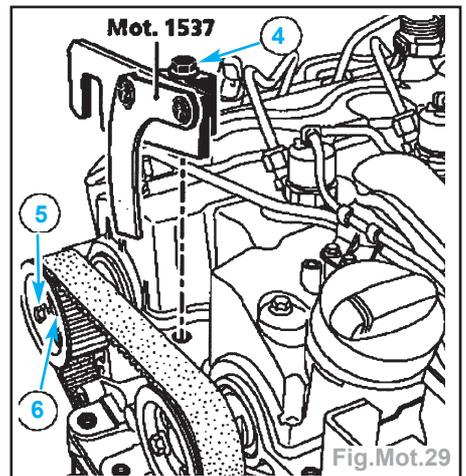

Fig.Mot.29
- Mettre en place le **Mot. 1537** en vissant la vis (4) à la main (Fig.Mot.29).
- Desserrer d'un tour maximum les trois vis (5) du pignon d'arbre à cames.
- les trois vis (5) (Fig.Mot.29), puis retirer le pignon d'arbre à cames d'échappement,
- Mettre en place le Mot. 1537 en vissant la vis (4) à la main (Fig.Mot.29).
- Tourner l'arbre à cames d'échappement dans le sens horaire par la vis de fixation du moyeu (6) (à l'aide d'une clé à pipe de 16 mm) de façon à bien plaquer le Mot. 1537 sur la culasse, puis bloquer la vis (4) du Mot. 1537.